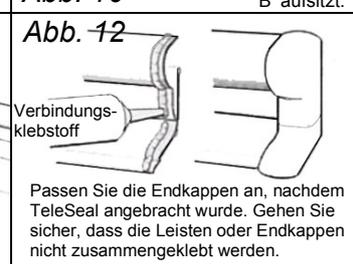

Abb. 12
- Anschließend bringen Sie bei Bedarf die Endkappen wie in **Abb. 12** gezeigt an. Weitere Infos über die Endkappen bzw. die Stoßfuge finden Sie bei den Montage Tipps!
15. Von den Eckenden aus arbeitend, erst das Eckende von Leiste 'C' auf die hellgraue Leiste 'A' drücken, bis sie richtig einrastet (Klick). Danach schieben Sie wie in **Abb. 12** die Leiste 'C' in die Ecke, bis sie mit der anderen 'C' Leiste in der Ecke richtig bündig ist. Als dritten Schritt drücken Sie die Leiste 'C' gleichmäßig, in kurzen Abständen von der Ecke ausgehend auf die Leiste 'A', um sie zu befestigen. Zum Schluss versiegeln Sie die saubere(n) Eckfuge(n) mit Hilfe eines feinen aber angemessenen Streifen Verbindungsklebstoffes. **Achtung!!!!** Der Klebstoff darf nicht mit Leiste 'B' in Berührung kommen.